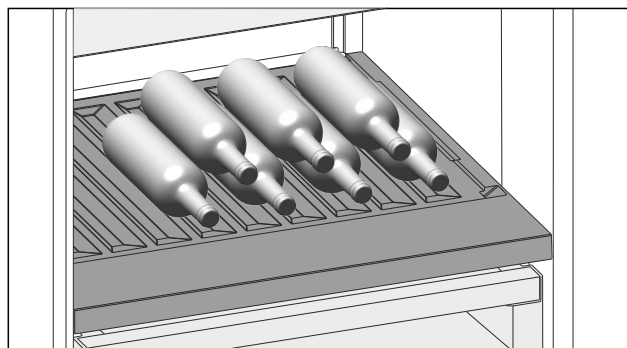

Fig. 157
- Wkładać butelki dnem ustawionym do tyłu, w kierunku ścianki tylnej. (patrz Fig. 157)